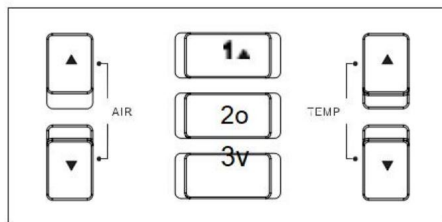

FIG. 1-6
1. Pobieranie temperatury skrótu: Można szybko pobrać wstę pnie ustawioną temperaturę i przywrócenie dmuchania w przycisk „1”/„2”/„3” poprzez naciśnię cie przycisku „1”/„2”/„3” (rys. 1-6). podczas pracy